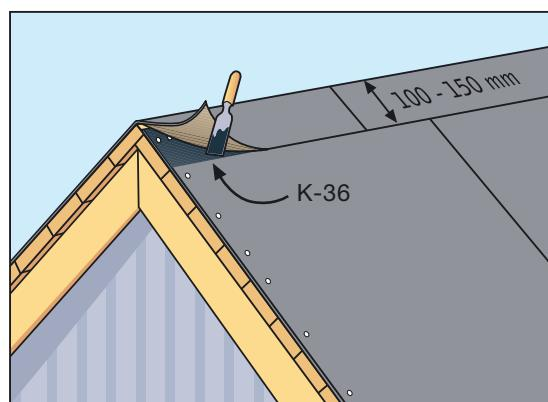

Рис. 5
- На коньке подкладочные ковры, уложенные вдоль первого ската, обрезаются по коньку, и затем верхний край гвоздями фиксируется к настилу крыши. Подкладочный ковер противоположного ската перекрывает конек на 150 мм и соединяется с подкладочным ковром первого ската с помощью Битумного клея K-36 (Рис. 5).